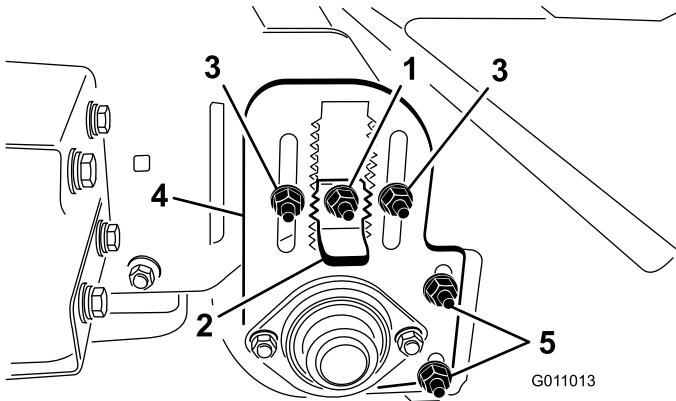

Figure 18
3. Desserrez le contre-écrou sur la clavette de réglage (Figure 18) afin de pouvoir la sortir d'environ 13 mm.
4. Desserrez les contre-écrous de réglage de hauteur de rouleau (Figure 18).
5. Sortez la clavette de réglage de hauteur et montez ou abaissez le rouleau arrière en faisant coulisser la plaque de réglage à la hauteur voulue (Figure 18).
Le racloir (Figure 18) doit être ajusté de sorte qu'un espace de $1/16"$ sépare le racloir et le rouleau. Desserrez les écrous de réglage du racloir et placez le rouleau à la position voulue, puis resserrez les écrous.